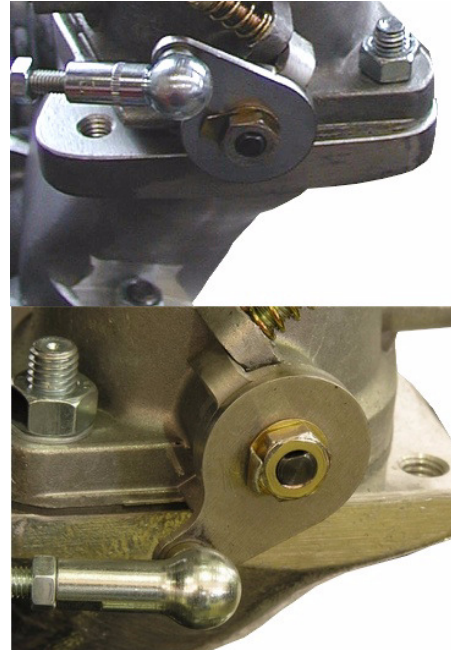

Fig.6
- The manifolds can be installed in two directions. The throttle levers needs to operate in the pull principle.(Fig.6)
- Bei diesen Ansaugstutzen können die Vergaser um 180° versetzt montiert werden. Es erfolgt die Ansteuerung der Drosselklappenhebel im Druckprinzip, siehe Fig.6.